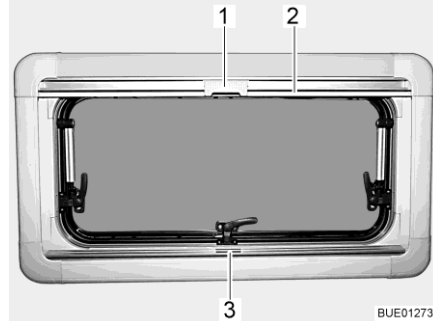
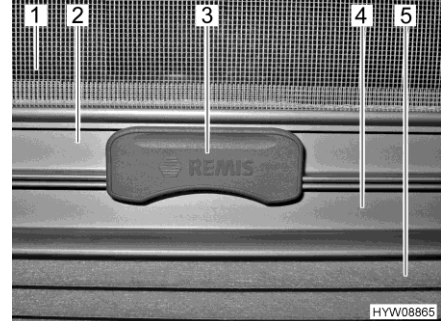

Fig. 15 Ventana abatible
Fig. 16 Cierre
Estor plegable El estor plegable (Fig. 16,5) se encuentra en la caja de la persiana inferior.
- Sujetar el estor plegable por el centro del agarradero (Fig. 15,3 y Fig. 16,4), tirar de abajo a arriba y soltarla a la altura deseada. El estor plegable se queda fijo a esta altura.
Mosquitera enrollable La mosquitera enrollable (Fig. 16,1) se encuentra en la caja de la persiana superior.
- Tirar del agarradero de la mosquitera enrollable (Fig. 15,2 y Fig. 16,2) hacia abajo hasta que choque con el agarradero del estor plegable (Fig. 16,4).
- Bloquear el cierre (Fig. 15,1 y Fig. 16,3) de la mosquitera enrollable con el agarradero del estor plegable. Si el cierre está bloqueado, el estor plegable y la mosquitera enrollable podrán ser ajustados juntos.
- Presionar la parte superior del cierre (Fig. 16,3) de la mosquitera enrollable.
- Regresar la mosquitera enrollable lentamente en el agarradero (Fig. 15,2).